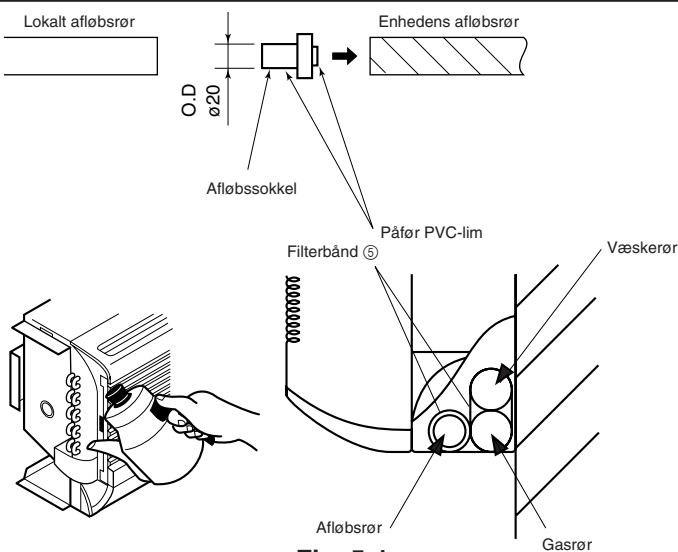

Fig. 5-1
5. Føring af drænrør (Fig. 5-1)